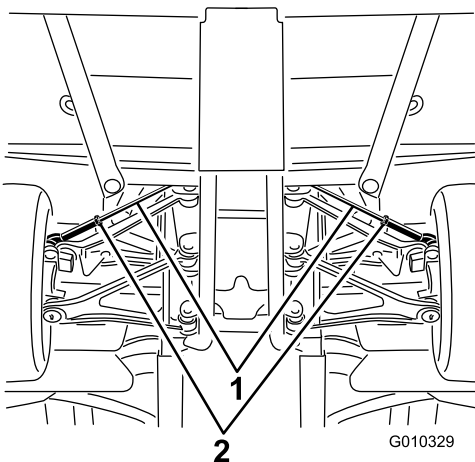

Figura 58
- A. Afloje la contratuerca del centro del tirante (Figura 58).